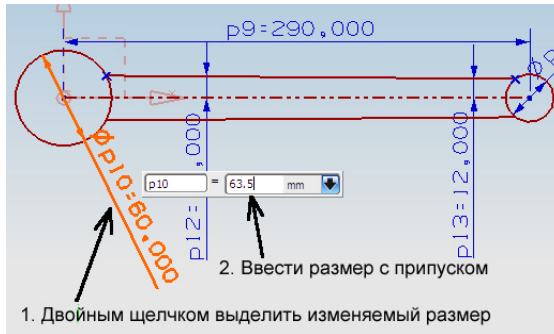

Рис. 38. Редактирование эскиза
Изменим некоторые размеры детали в соответствии с назначенными припусками на механическую обработку. В навигаторе детали двойным щелчком ЛКМ по элементу Sketch (1) “SKETCH_000” загружаем режим эскиза. Изменим размер большей окружности (диаметром 60 мм). Двойным щелчком ЛКМ по редактируемому размеру вызываем меню ввода размера, изменяем размер на 63,5 мм (рис. 38). Нажимаем Enter. Действуя аналогично,